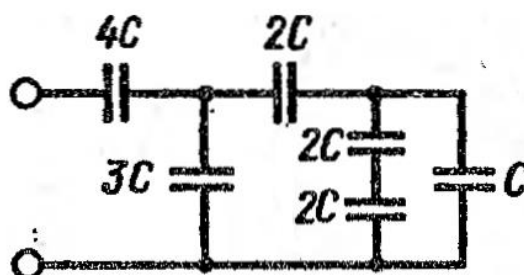

Рис.1.1
**ЗАДАЧА 1.26** (1.59). На рис. 1.1 представлена схема смешанного соединения конденсаторов. Определить эквивалентную емкость цепи и энергию электрического поля, если  $C=12$  мкФ и напряжение на входе  $U=50$  В.